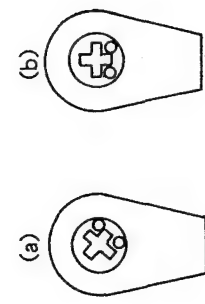

図 18-3
4. CV5 を図 18-3 (a) の位置に合わせる。
9. BT 基板の CV3 (クロック位相調整) と CV4 (クロック位相調整) を図 18-3 (b) の位置に合わせる。
11. もし、CV3 にて調整できない場合は、CV3 を図 18-3 (b) の位置に戻し、CV4 にて調整する。